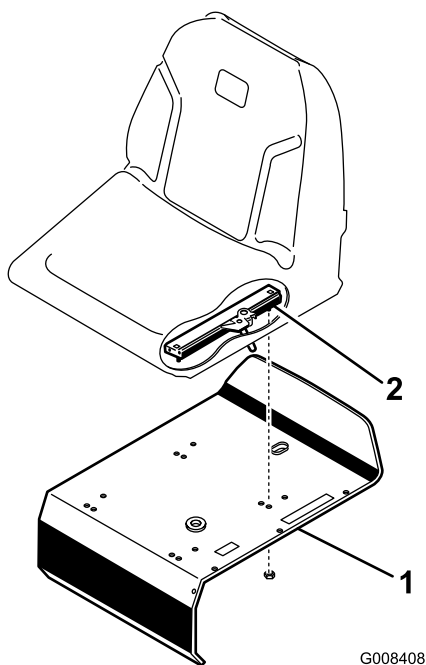

図 3
3. 付属部品に入っているロックナット5/16"を使って、シートスライドをシートサポートに固定する図 3。